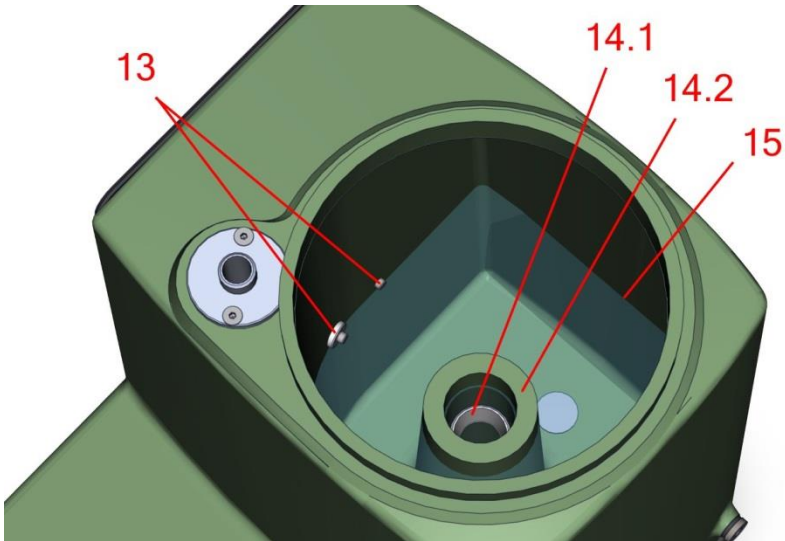

Figura 4: Muestra la parte superior del permeámetro sin el tambor y aproximadamente 2000mL de 90% destilada agua /10% ethylene glycol
5. Limpie suavemente el recipiente de líquido (Figura 4) y asegúrese de retirar cualquier residuo de las paredes laterales.